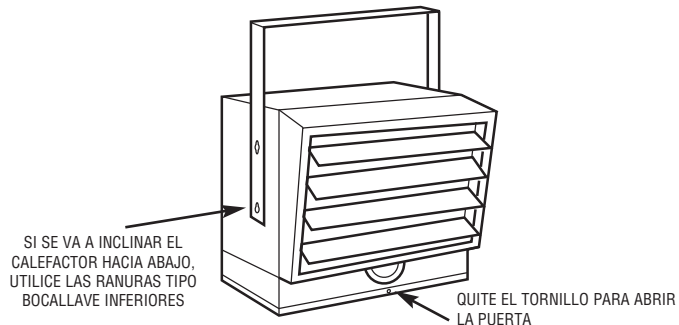

Figura 5
3. Levante el calefactor y colóquelo en el soporte de montaje. Alinee los tornillos que están en cada lado del calefactor con las ranuras tipo bocallave de los soportes de montaje. Si se va a inclinar el calefactor, debe posicionárselo en las ranuras tipo bocallave inferiores (vea la Figura 5). Apriete los tornillos del soporte de manera que la
1. Para conectar la alimentación eléctrica al calefactor, simplemente quite el tornillo del frente de la unidad. Esto permite abrir el fondo abisagrado, proporcionando acceso al conexionado eléctrico y sus conectores. (Vea la Figura 5).